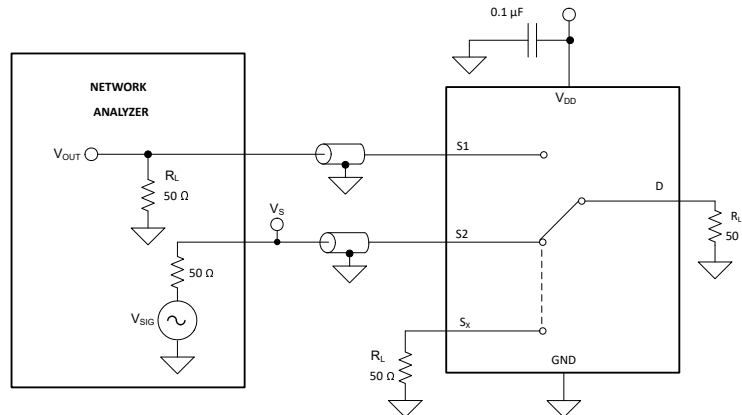

図 7-10. チャンネル間クロストーク測定時の設定
クロストークは、オンチャンネルのソース・ピン (S_x) に信号が印加された場合に、他のチャンネルのドレイン・ピン (D) に現れる信号の比率として定義されます。図 7-10 に、クロストークの測定を行う際の設定と、クロストークの計算に使用する式を示します。